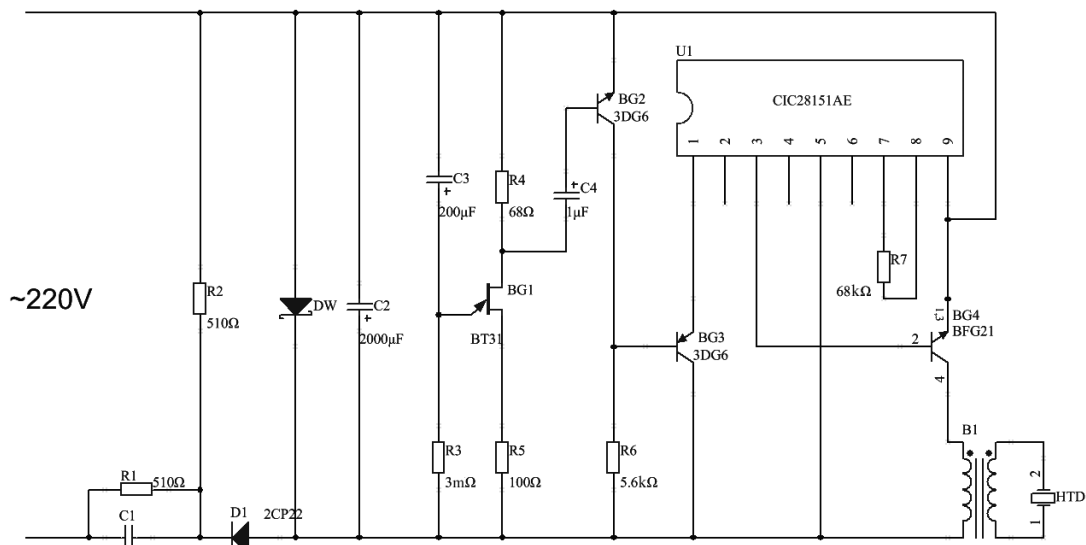

图 4-49 标注原理图
2) 单击“字体”按钮,弹出“字体”对话框,设置字体为“Arial”,大小为20,如图4-48所示。标注原理图如图4-49所示。